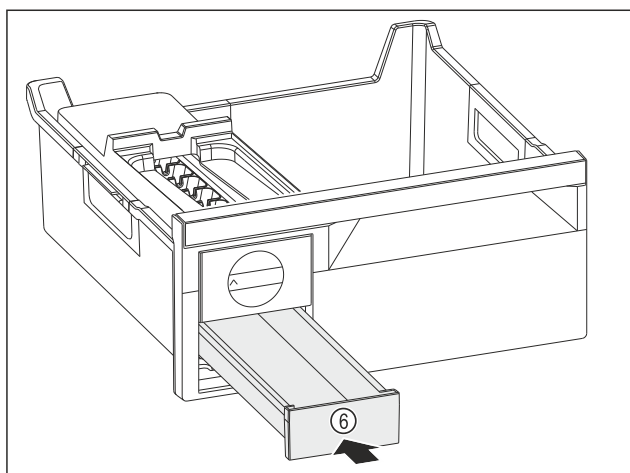

Fig. 149
- Zásuvku na kostky ledu Fig. 149 (6) zasuňte.